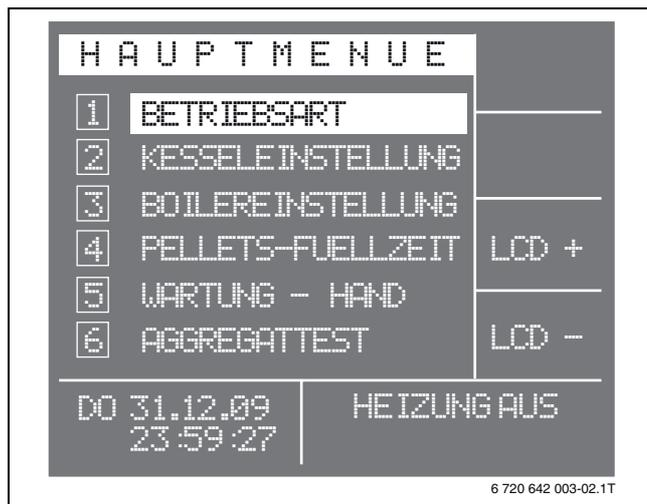

Bild 3 Hauptmenü - Seite 1
- ▶ Taste F3 (**LCD +**) oder Taste F4 (**LCD -**) drücken, um den Kontrast des Displays einzustellen (→ Bild 3).